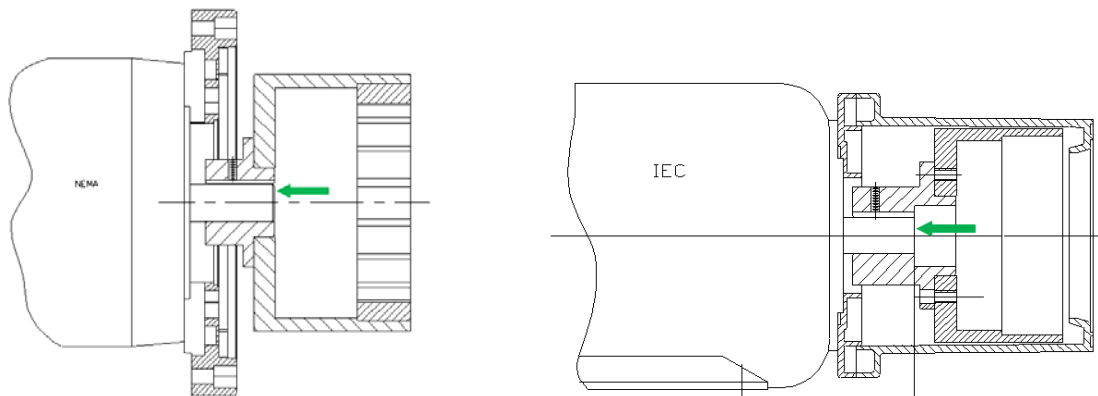

Figura 18
14. Alinee la ranura de chaveta y deslice el imán accionador en el eje del motor hasta que el extremo de este eje esté al ras con la superficie del motor o buje del imán accionador, como se muestra en la Figura 18. Fije con un tornillo de fijación. La aplicación de un compuesto antiagarrotamiento en el eje y la chaveta facilitará el mantenimiento posterior.